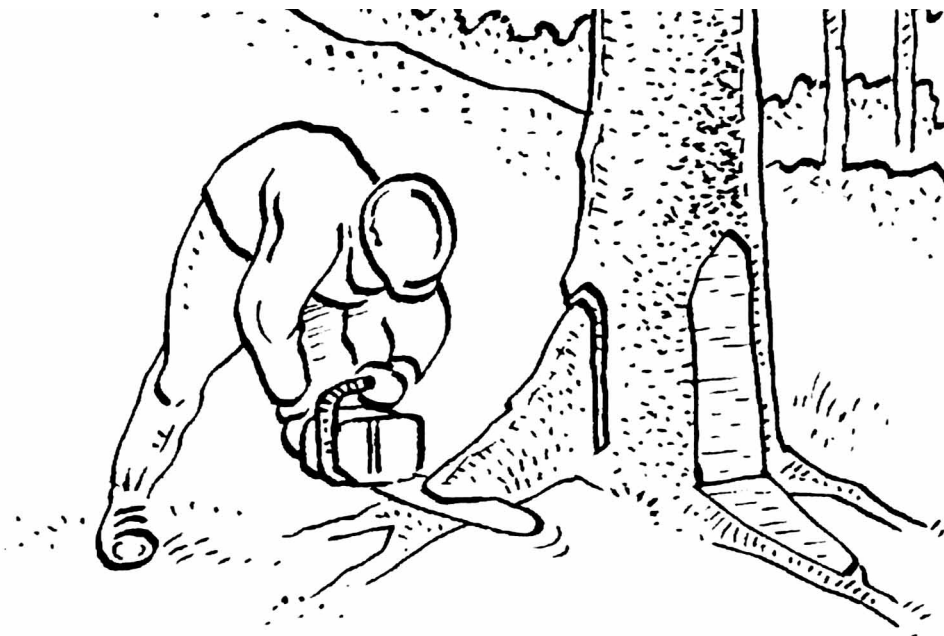

FIG. 049
- Si el árbol tiene neriaciones radicales, eliminarlas todas, para cortarlas siempre se hará primero el corte vertical terminando con el horizontal. **FIG. 049**